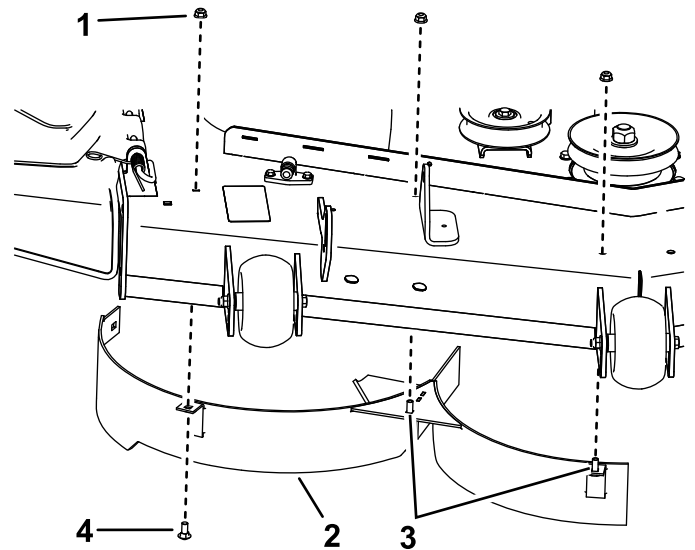

Figure 5
2. Befestigen Sie das rechte Ablenblech mit einer Schlossschraube (5/16" x 3/4") und drei Muttern (5/16"), wie in Figure 5 dargestellt. Ziehen Sie die Befestigungen handfest an.